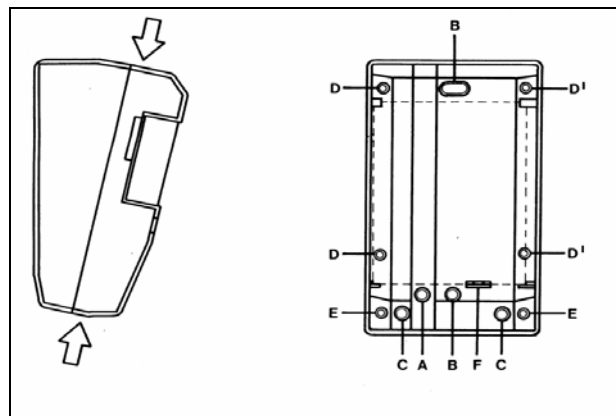

Fig.1
- verticale sur coin de paroi (fig. 1 pos. B)
- verticale sur coin de paroi, 10° en avant (fig. 1 pos.C)
- verticale sur coin de paroi (fig. 1 pos. D-D')
- verticale sur coin de paroi, 10° en avant (fig. 1 pos. E)
- inclinée 45°, côté droit du détecteur (fig. 1 pos. D')
- inclinée 45°, côté gauche du détecteur (fig. 1 pos. D). Percez les tous prégravés correspondant à la position d'installation souhaitée (voir fig. 1).
ATTENTION: Ne percez que les trous nécessaires pour le montage dans la position choisie. D'autres trous inutilisés peuvent causer de fausses alertes. Si l'on doit utiliser les trous "D" (voir fig. 1), cachés par le circuit imprimé, il faut préalablement enlever le circuit en agissant avec la pointe d'un tournevis sur pos.F fig.1. Après avoir fixé le détecteur, vérifier si le tamper anti-arrachage est bien fermé.